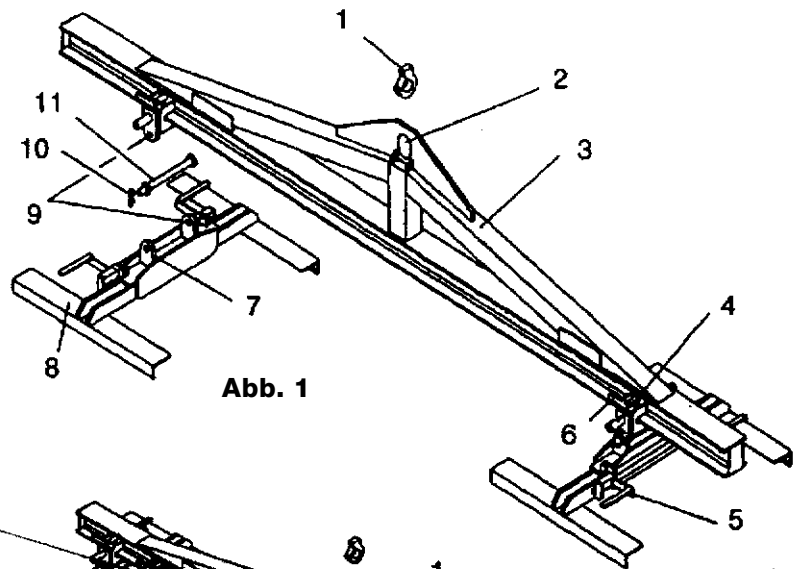

Abb. 1
Bezeichnungen der Einzelteile (siehe Abb. 1, 2 und 3, Seite 3)
- Achten Sie darauf, dass die Sturzsicherung am Hebehaken der Hebevorrichtung montiert wurde (siehe Abb. 1 auf Seite 3).
4.2 Einstellen des Hebebalkens mit Hilfe von Klemmen (siehe Abb. 1, Seite 3)